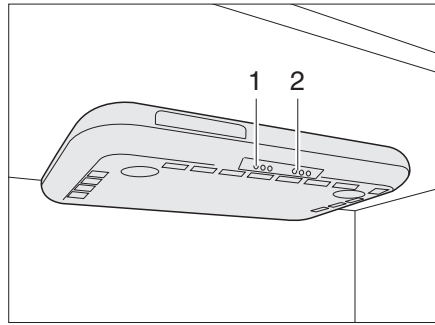

Fig. 208 Campana
- Conectar y desconectar la campana con el interruptor (Fig. 208,1).
- Conectar y desconectar las luces de la cocina con el interruptor (Fig. 208,2).